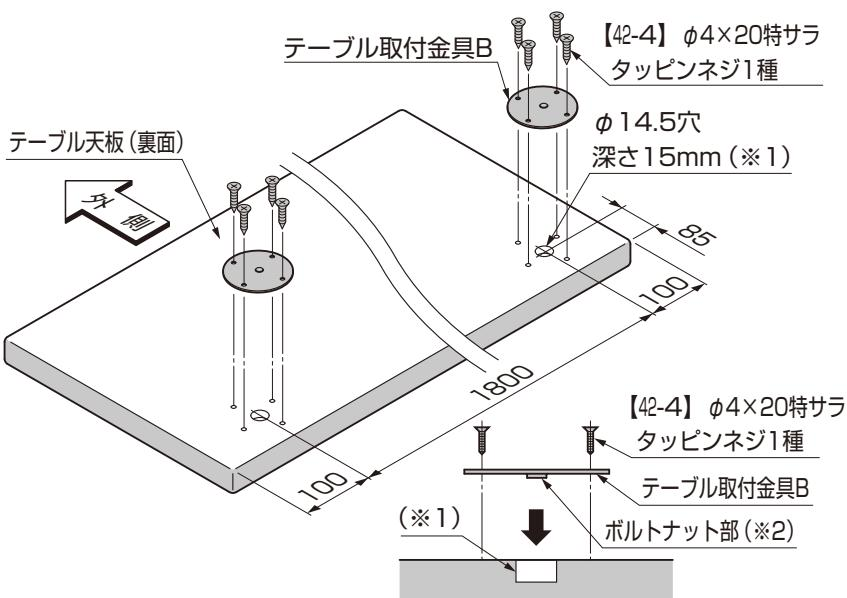

図3-1 ボルトナット部の勘合
①内装用枠材Aに、内装用枠材Bまたは内装用枠材Cを突き当てる、内装用枠材固定金具を当てて、 $\phi 3.5$ の下穴（現場加工）（※2）をあけてください。（図3-1、図3-2参照）
- 内装用枠材Bは、内装用枠材Aの端面に合わせて（※4）取付けてください。（図3-1参照）